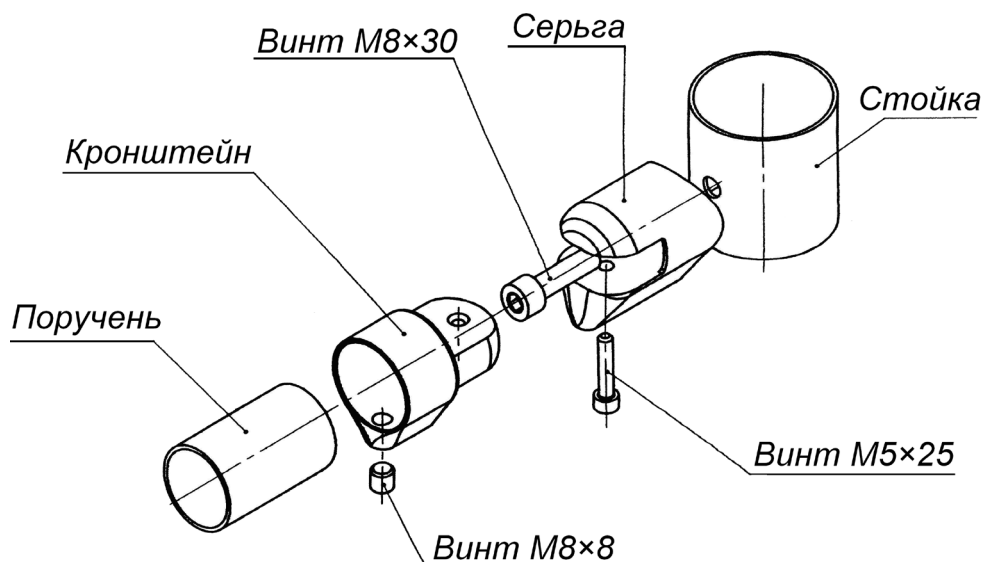

Рисунок 11. Схема крепления поручней к стойкам ограждения с использованием поворотного патрубка **ВН02 0-11**
3. Разметьте и просверлите отверстия на установочной поверхности под анкеры М10 в соответствии со схемой разметки (см. рис. 11). Сначала размечаются центры установки стоек секции ограждения, затем от них размечаются точки крепления стоек, допускается использование в качестве шаблона непосредственно самих фланцев стоек.